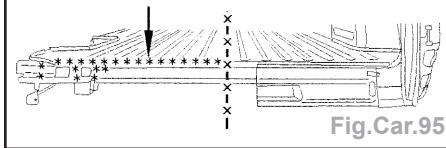

Fig.Car.95
- dégrafer la ligne de points à l'aide d'une fraise de Ø 8 mm (Fig.Car.95),